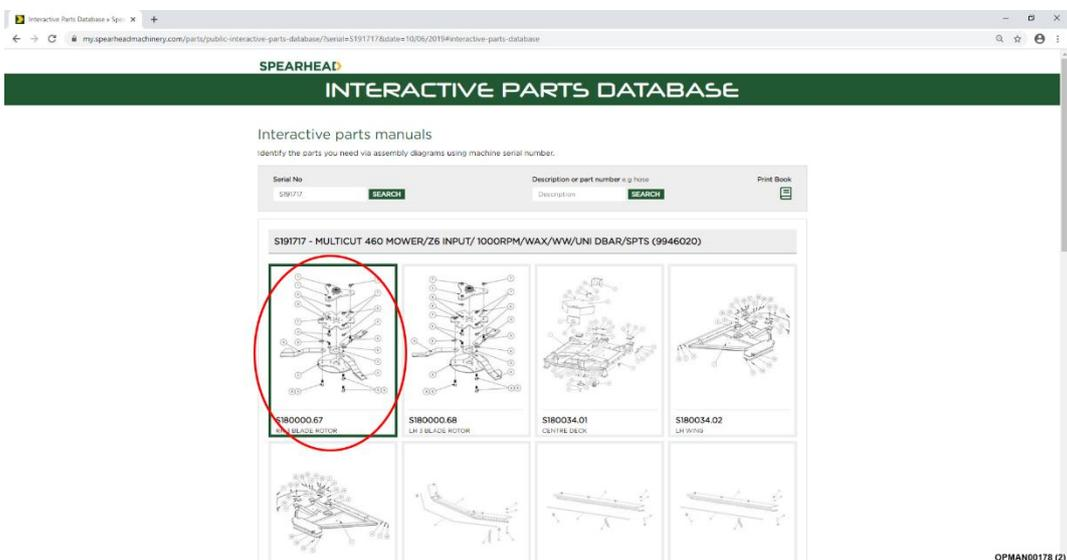

Abbildung 7.3 – Klicken Sie auf die Baugruppe
7.1.1.3 Nachdem Sie auf die Seriennummer geklickt haben, wird eine vollständige, für die Seriennummer der Maschinen spezifische Teileliste mit den verschiedenen Teilen und Baugruppen der Maschine angezeigt. Klicken Sie auf das gewünschte Baugruppenbild, siehe Abbildung 7.3.